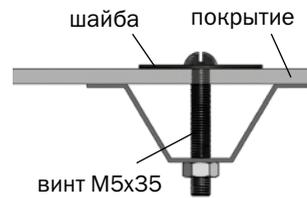

Рис.16
**3.** Установите боковины торца в соответствии с **рис.24**. Придерживая кусок покрытия, закрепите его винтами с шайбами по деталям **6к, 7, 8** (**рис.16**).